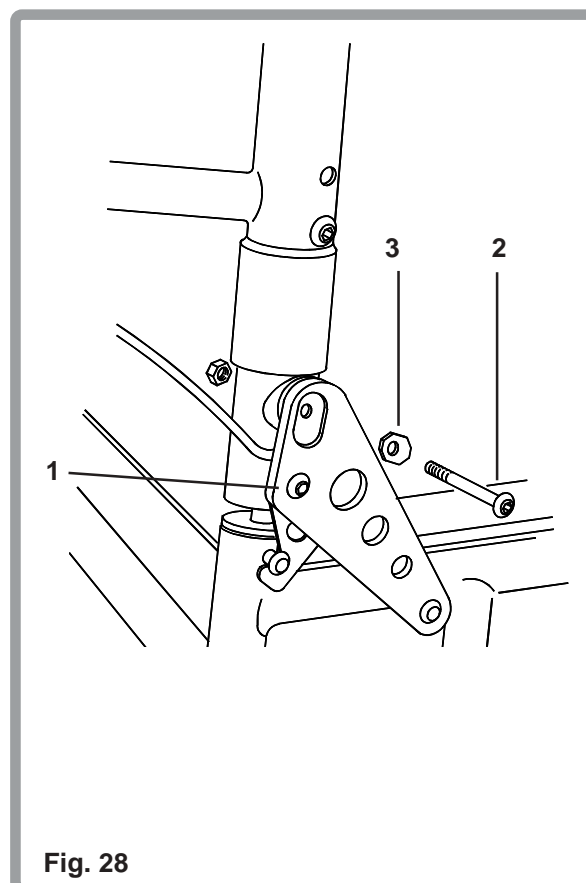

Fig. 28
Un réglage d'angle de 8° est proposé sur la version standard du fauteuil Quickie GP (Fig. 28). Pour régler l'angle, desserrer le boulon du bas (1) retirer le boulon du haut (2) et tourner la rondelle d'excentrique (3) à l'angle désiré. Remonter la rondelle et le boulon du haut et serrer les deux boulons avec une clef Allen de 4 mm. Serrer jusqu'à 8-10 Nm.